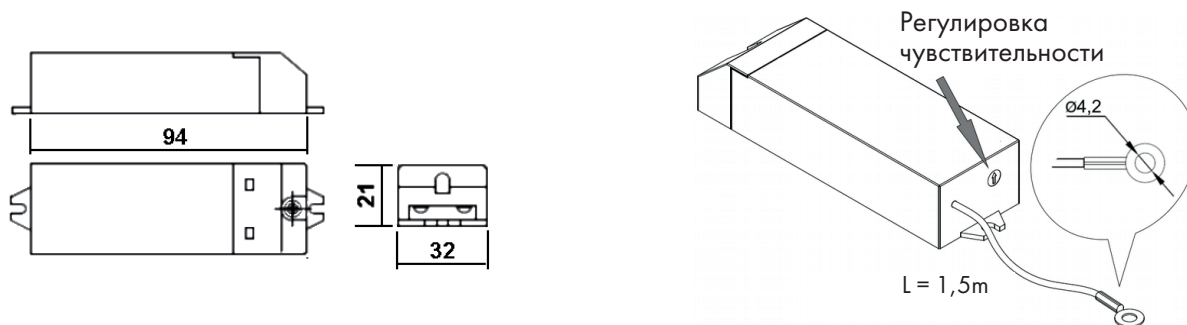

Рис. 1
- На фабрике предустановлен на средняя чувствительность датчика. Чувствительность можно изменять с помощью регулятора выведенного на корпус (см. Рис. 1)